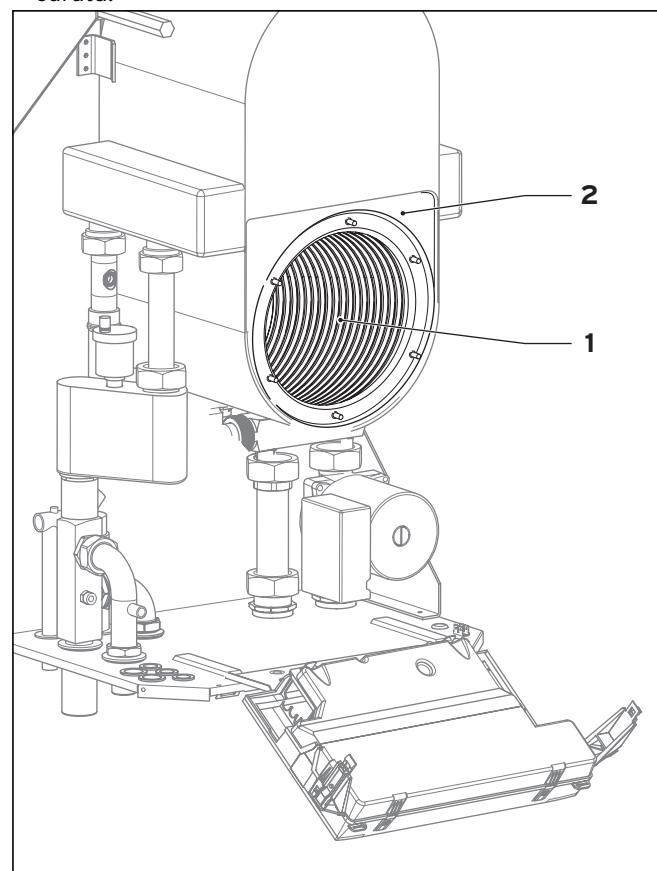

Fig. 7.4 Curățarea schimbătorului integral de căldură prin condensătie
- Curățați serpentina (1) de la schimbătorul integral de căldură prin condensătie (2) cu esență de otet din comerț (fig. 7.4). Clătiți cu apă.